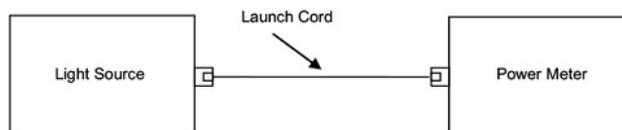

図3. 基準の設定
- a. ランチ・コードを使用して、光源とパワー・メーターとの間に基準を設けます（図3参照）。